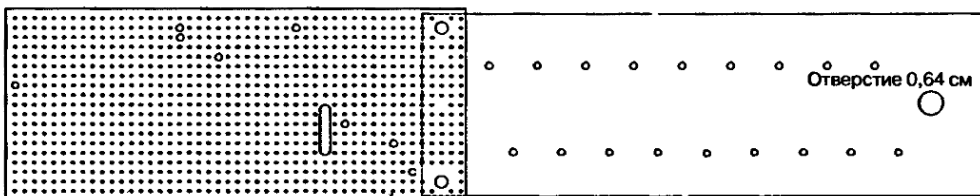

Рис. 22.3. Изготовление платы запускающего генератора и умножителя
- Вырежьте из заготовки макетную плату с перфорацией отверстий 0,25 см и размерами 12,19×7,37 см. Вырежьте пластину из поликарбоната размерами 25,4×7,37×0,16 см для изоляционной платы, на которой будет размещена высоковольтная часть устройства (без трансформатора Т1) – 10 секций умножителя. Наметьте и просверлите отверстия, как показано на рис. 22.3. Опцию печатной платы PCB можно приобрести в фирме Information Unlimited.